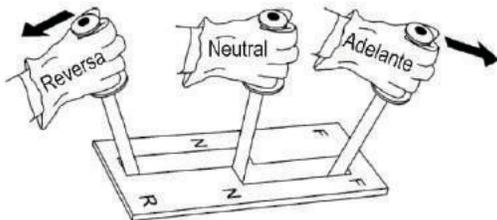

Figura 22. Palanca de Cambios
1. Para hacer que el rodillo se mueva hacia adelante, mueva la palanca de cambios hacia adelante como se muestra en la Figura 22.